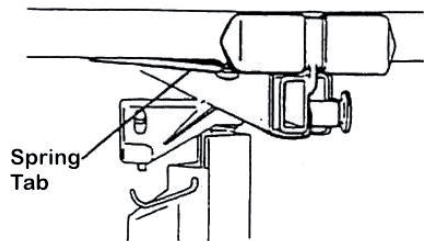

Figure 8
- b. Drücken Sie jede Traverse vorne in die Aufnahmen, bis die Federlasche auf der Unterseite der Traverse einrastet (Figure 8)